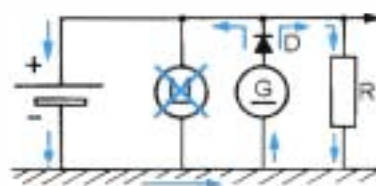

Figure 20.2B • Moteur tournant.
- maintenir la batterie en état de charge maximale (figure 20.2B).